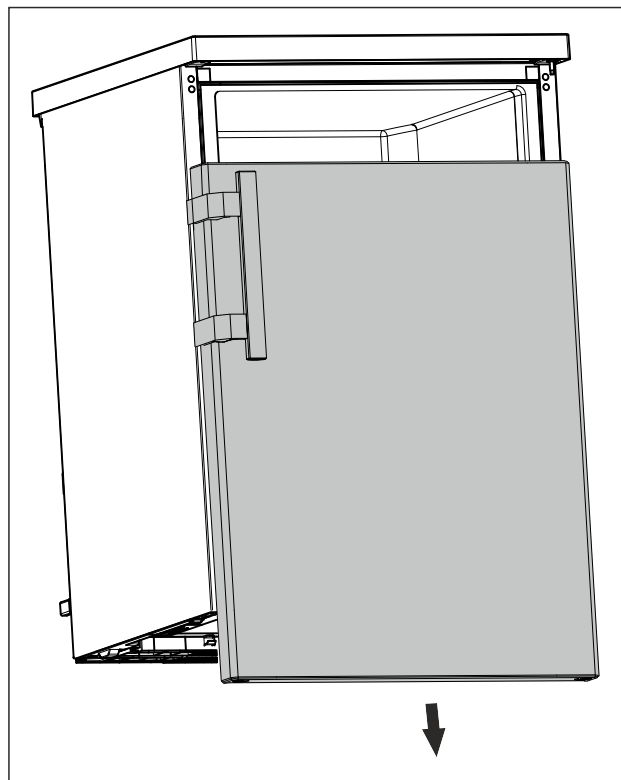

Fig. 9
- ▶ Fjern døren nedover. (se Fig. 9)